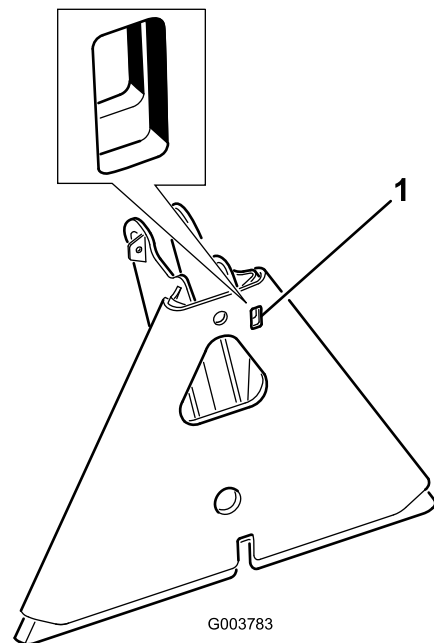

图 16
**注意** 如果附件连接器卡在主机连接器上请在撬槽内插入撬棍或螺丝刀将两者分开图 16。